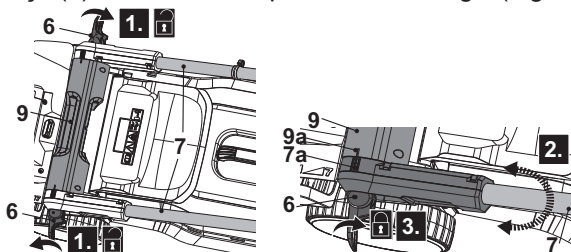

Fig. 10
1. Desdobre e solte as alavancas de pinça (6) no sentido contrário ao dos ponteiros do relógio em ambos os lados das pegas inferiores (7), mas não as retire (Fig.10, passo 1).
2. Segure e balance suavemente o conjunto das pegas para a posição desejada, alinhando a linha de indicação (7a) com o indicador (9a) do punho de transporte (9) (Fig. 10, passo 2). Certifique-se de que a montagem da pega é montada no mesmo nível de altura em ambos os lados.
3. Fixar a montagem da pega dobrando a alavanca de pinça (6) em direção à pega de transporte (9). Se a alavanca de pinça (6) não puder ser dobrada, solte-a e dobre-a novamente. Se estiver demasiado solta, aperte-a rodando a alavanca de pinça (6) no sentido dos ponteiros do relógio (Fig. 10, passo 3).